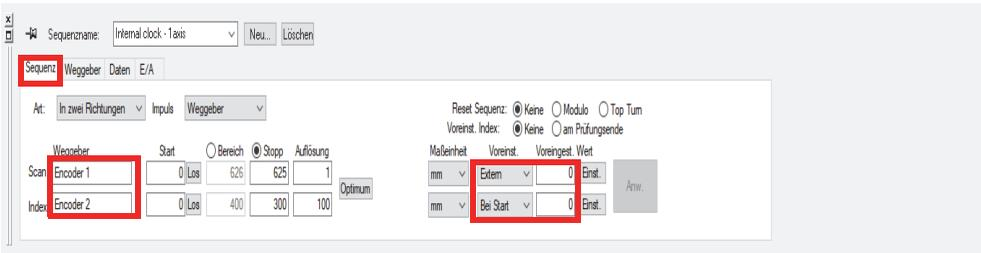

Abbildung 2-2 Parameter in FocusPC
- ◆ Um zu scannen, drücken Sie die Start-Taste und lassen Sie die Taste zwischen jeder Scan-Linie los. Die Taktgeber-Funktion funktioniert genauso wie der OmniScan. D.h., dass der Indexwert bei jedem Drücken der Taste erhöht wird. Abbildung 2-2 auf Seite 36 zeigt die Parameter zur Eingabe in FocusPC.